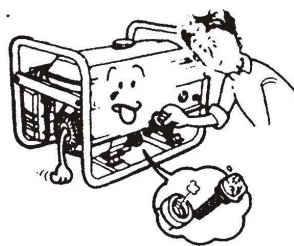

Figura 10
8.1.2 Insira a vareta no orifício de enchimento do óleo sem a enroscar neste (Figura 10)